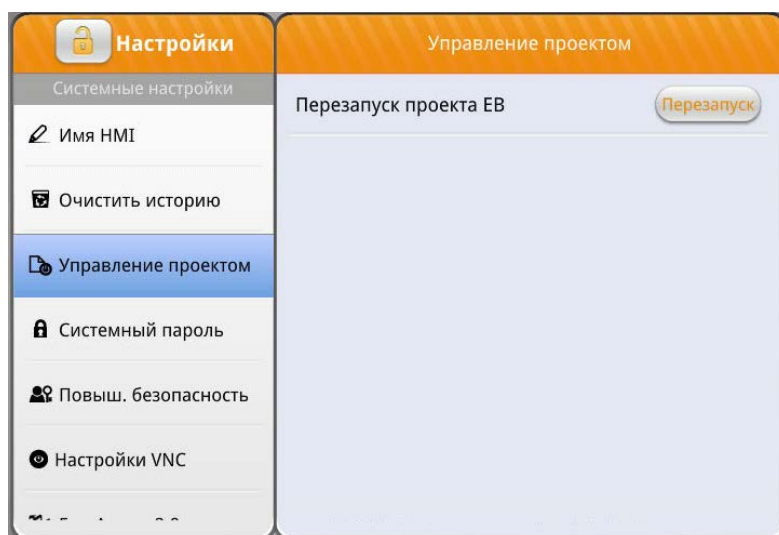

Рисунок 42 – Вкладка «Управление проектом»
Вкладка «Управление проектом» (рисунок 42) позволяет перезапустить проект.
- Управление проектом (рисунок 42);